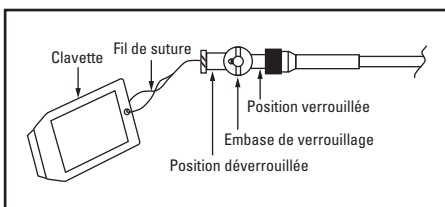

Figure 1. Mécanisme de verrouillage du fil de suture
2. Pour immobiliser la boucle, tirer légèrement sur le fil de suture jusqu'à ce qu'une résistance soit perçue. Tout en tenant le fil de suture, insérer la « clavette » dans la fente de l'embase de verrouillage et faire tourner cette dernière de 180° dans le sens des aiguilles d'une montre. La flèche pointe vers la position « verrouillée ». Cette position verrouille la boucle en place mais laisse la lumière ouverte pour le rinçage et le drainage. Voir la Figure 1.